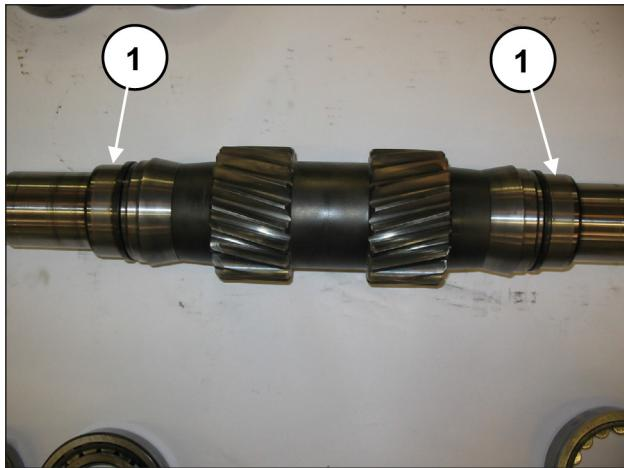

图 52
将轴承的2个内环插入在动力输出轴上（每侧一个）（位置①，图 52）。